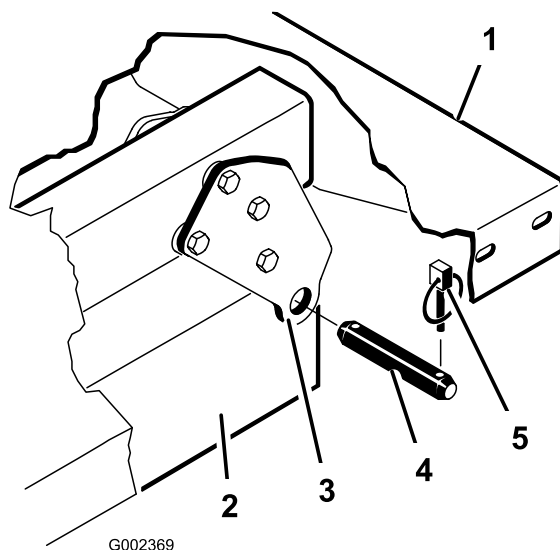

Figura 4
5. Retire los pasadores que fijan los extremos de las varillas de los cilindros a las chapas de montaje de la plataforma empujando los pasadores hacia dentro (Figura 4).
6. Retire los pasadores de seguridad y los pasadores que fijan las placas de giro al bastidor (Figura 4).